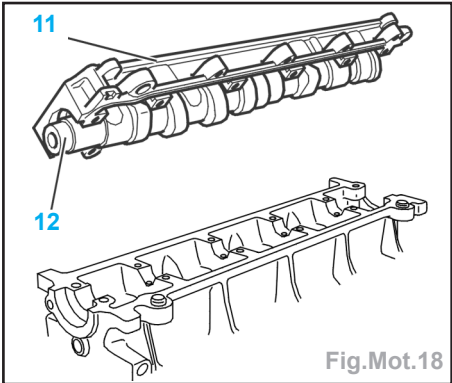

Fig.Mot.18
Impératif : positionner l'arbre à cames (12) dans le carter chapeaux (11) (Fig.Mot.18).